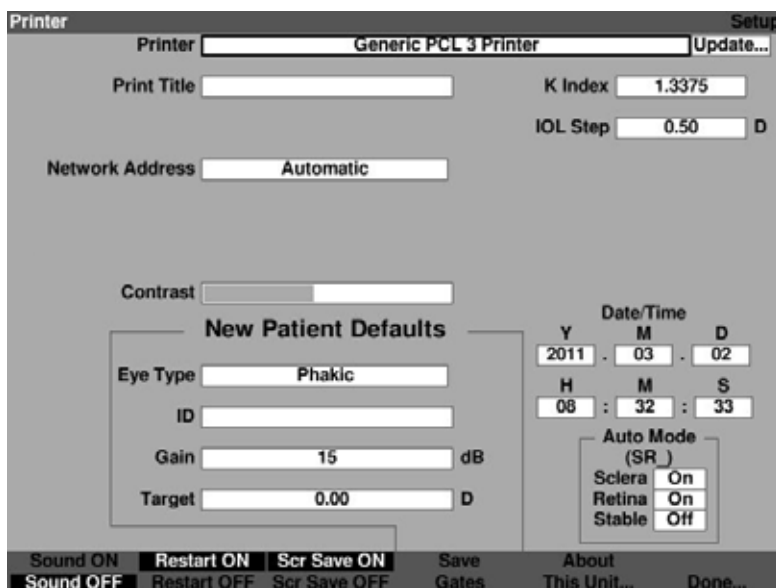

Figura 5-23 Impresora seleccionada
4. Presione el control giratorio o el botón \checkmark para guardar la impresora seleccionada y desactivar el campo, como se muestra en la Figura 5-23.